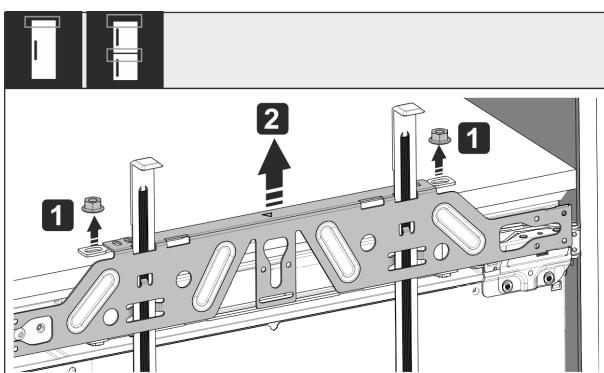

Fig. 52
- Kontermuttern Fig. 52 (1) lösen.
- Befestigungstraverse Fig. 52 (2) abnehmen.